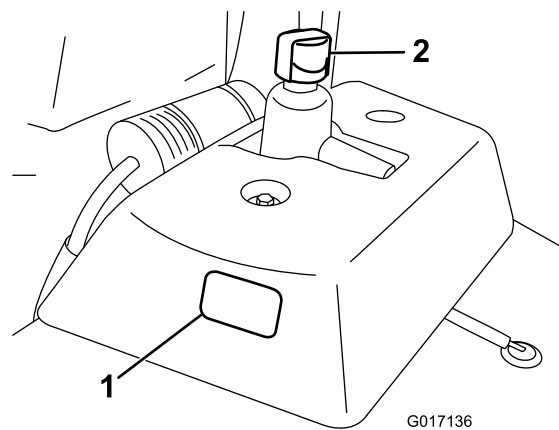

Figure 22
1. Placez la machine sur une surface plane et horizontale. Laissez refroidir la machine afin que l'huile soit froide. Vérifiez le niveau d'huile à travers le viseur situé sur le côté du réservoir d'huile auxiliaire (Figure 22). Le niveau d'huile est suffisant s'il se situe entre les deux repères du viseur.